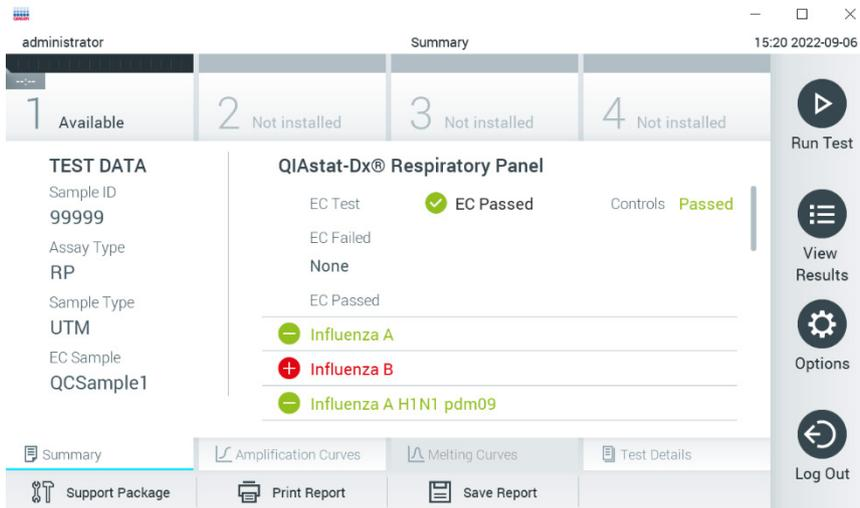

Figura 97. Tela Summary (Resumo) dos resultados de EC (CE).
12. Após a ejeção do cartucho de ensaio QIAstat-Dx, a tela Summary (Resumo) dos resultados será exibida (Figura 97). Consulte a Seção 8.3 para obter mais detalhes.